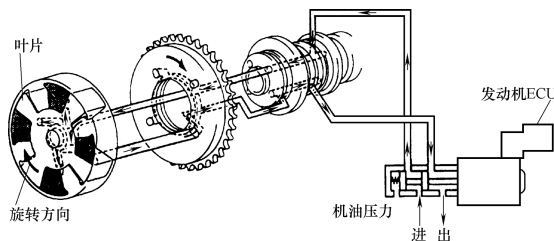

图 1-103 相位提前
(1) **提前** 由发动机 ECU 所控制的凸轮轴正时机油控制阀所放置的位置, 在图 1-103 所示的状态时, 油压作用于气门正时提前侧的叶片室, 使进气凸轮轴向气门正时的提前方向旋转。